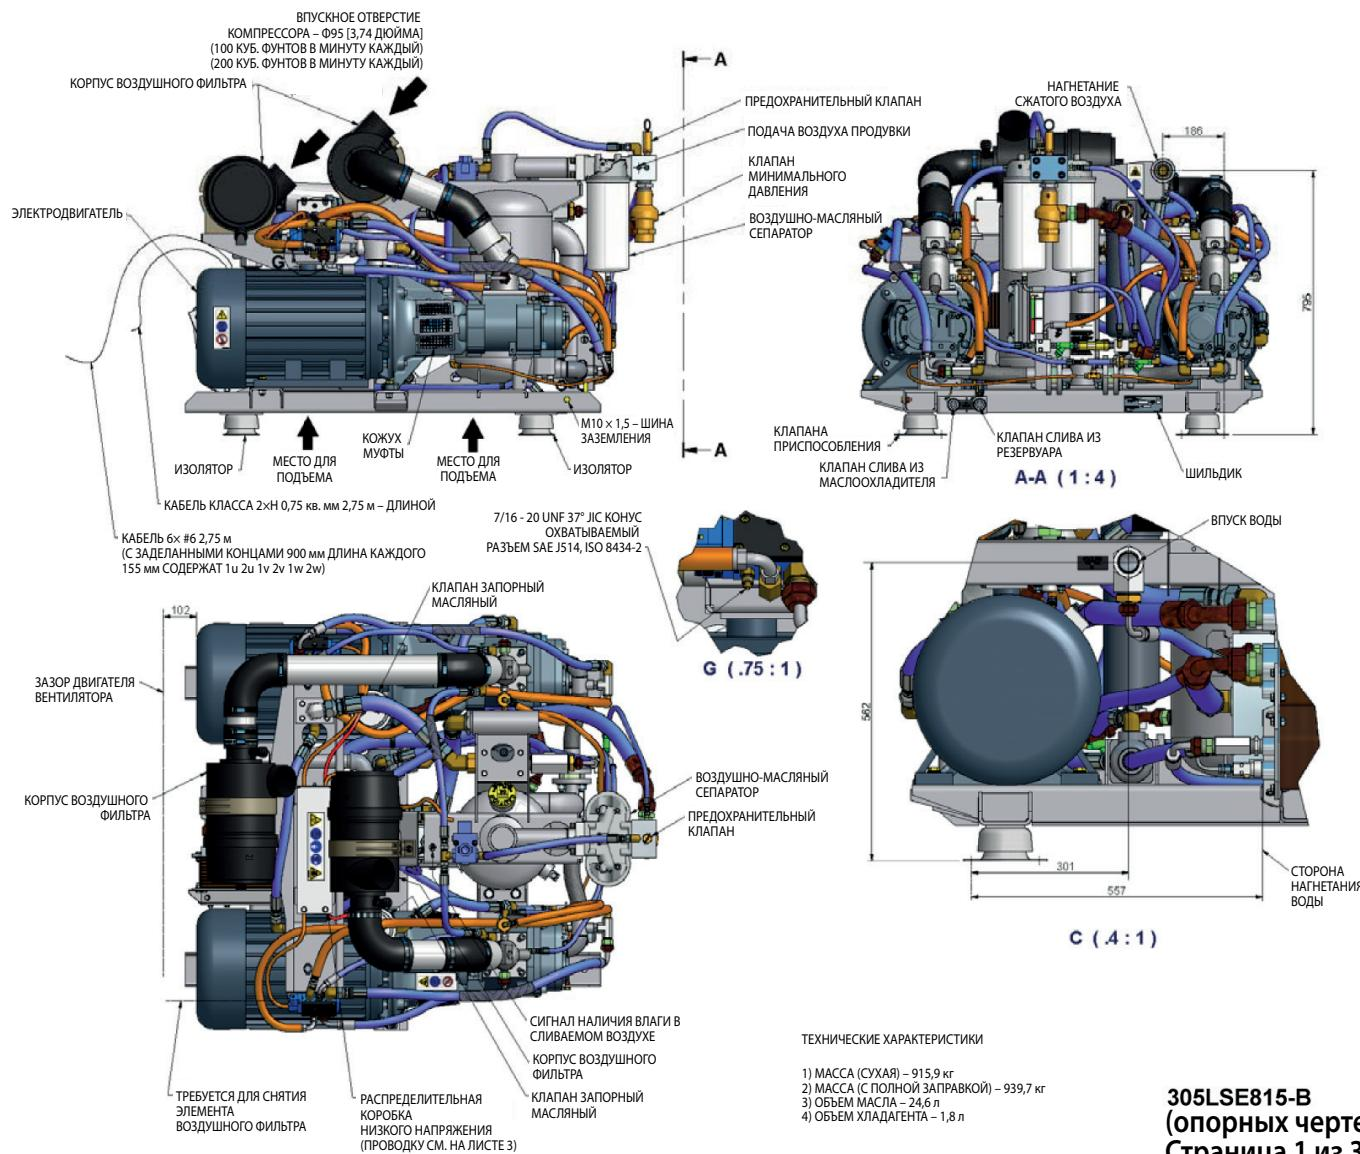

Рисунок 1-2 – СОСТАВ УСТАНОВКИ (С ВОДЯНЫМ ОХЛАЖДЕНИЕМ)
1. Поднимать через проушины, имеющиеся на каждом конце элементов конструкции. Подробности см. на Рисунок 1-2.
1. Поднимать с любой длинной стороны вилочным погрузчиком. Соблюдать осторожность, чтобы не повредить линию слива масла ниже масляного поддона. Подробности см. на Рисунок 1-2.